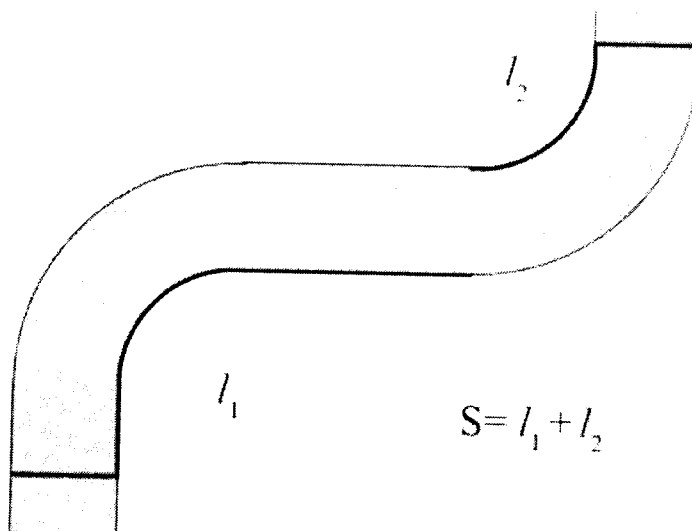

Рисунок 9 Измерение протяженности зоны контроля на криволинейном участке.
5.4.1 Измерьте протяженность участка дороги между регистраторами, для этого разбейте измеряемый участок на криволинейные участки с поворотами в разные стороны. Измерьте расстояние по внутренней дуге каждого поворота, а в точке смены направления поворота меняйте сторону дороги на противоположную (Рис. 9).